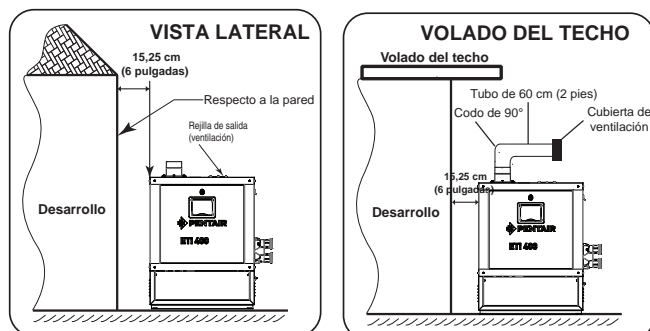

Figura 19.
Si el calentador está ubicado debajo de un techo o de una saliente de terraza, debe haber una distancia de al menos un (1) metro (3 pies) entre la parte inferior de la saliente y la parte superior de la ventilación de salida de gases quemados del calentador; vea la Figura 19. Si el calentador está debajo de un techo o saliente de terraza, el espacio que rodea al calentador debe tener tres lados abiertos. NO instale el calentador debajo de ninguna terraza.